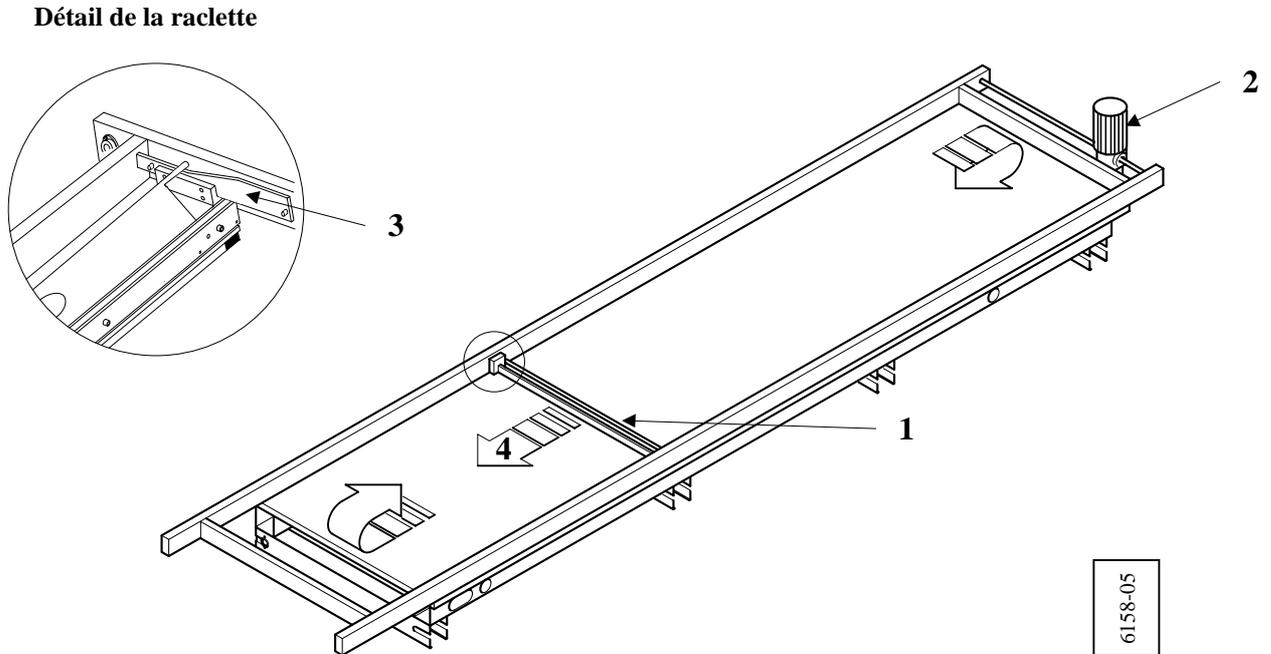

Fig. 4
1.4.2. PRINCIPE DE FONCTIONNEMENT DE LA RACLETTE (VOIR FIGURE 4).....	8
1.4.2. PRINCIPE DE FONCTIONNEMENT DE LA RACLETTE (voir **figure 4**)